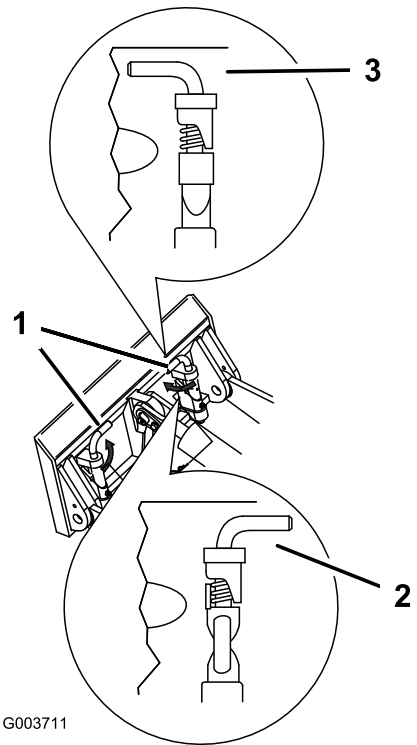

Figura 14
7. Acople los pasadores de enganche rápido, asegurándose de que están correctamente introducidos hasta el fondo en la placa de montaje (Figura 14).